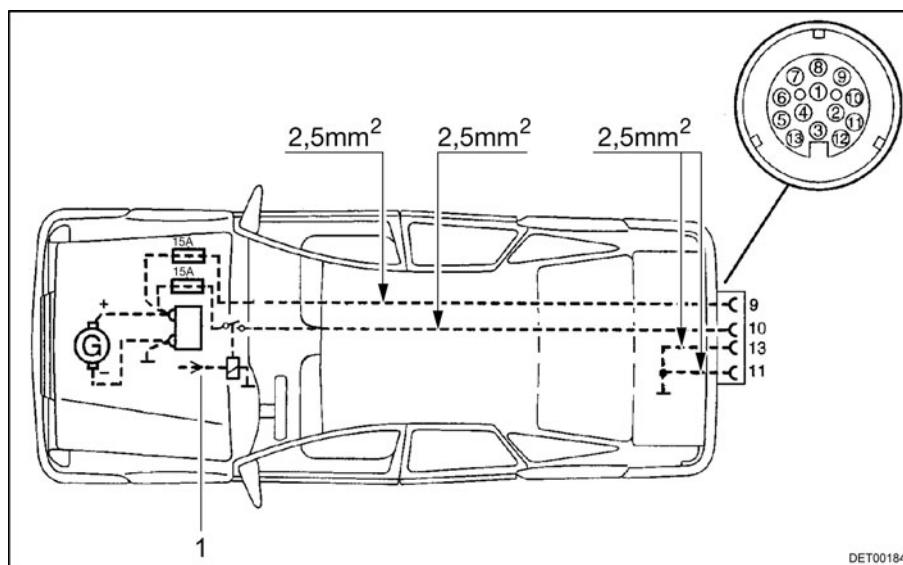

Fig. 94 Installation du véhicule tracteur (Pack Autarcie)
- ▷ Equiper le véhicule tracteur avec les sections de câbles appropriées et avec un relais pour l'alimentation en courant (commande par l'allumage) (voir Fig. 94).